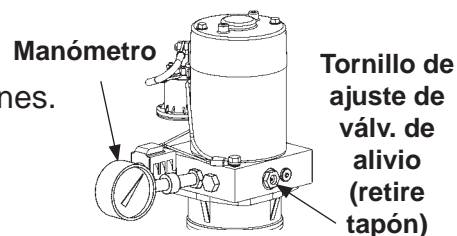

FIG. 36-2
9. Con la plataforma sobre el suelo, retire la manguera de presión y conector de la bomba, reemplácelos con un manómetro de rango 0-4000 psi de presión. Empuje el interruptor de control en la posición "ARRIBA". Ajuste la válvula de alivio al lado de la bomba hasta que el manómetro marque 3250 psi (FIG. 36-2). Retire el manómetro y vuelva a instalar la manguera.